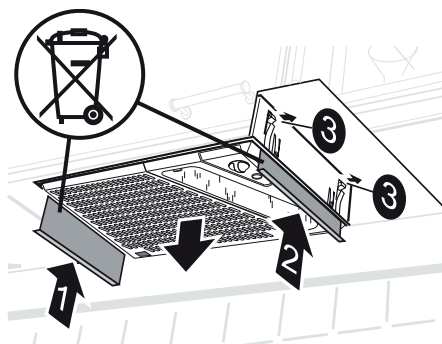

Fig. 5
Trykk demonteringsplatene (1 og 2) opp mellom kjøkkenhetten og innbyggingsrammen, slik at fjærene (3) frigjøres. Trekk kjøkkenhetten ned fra innbyggingsrammen, Fig. 5.